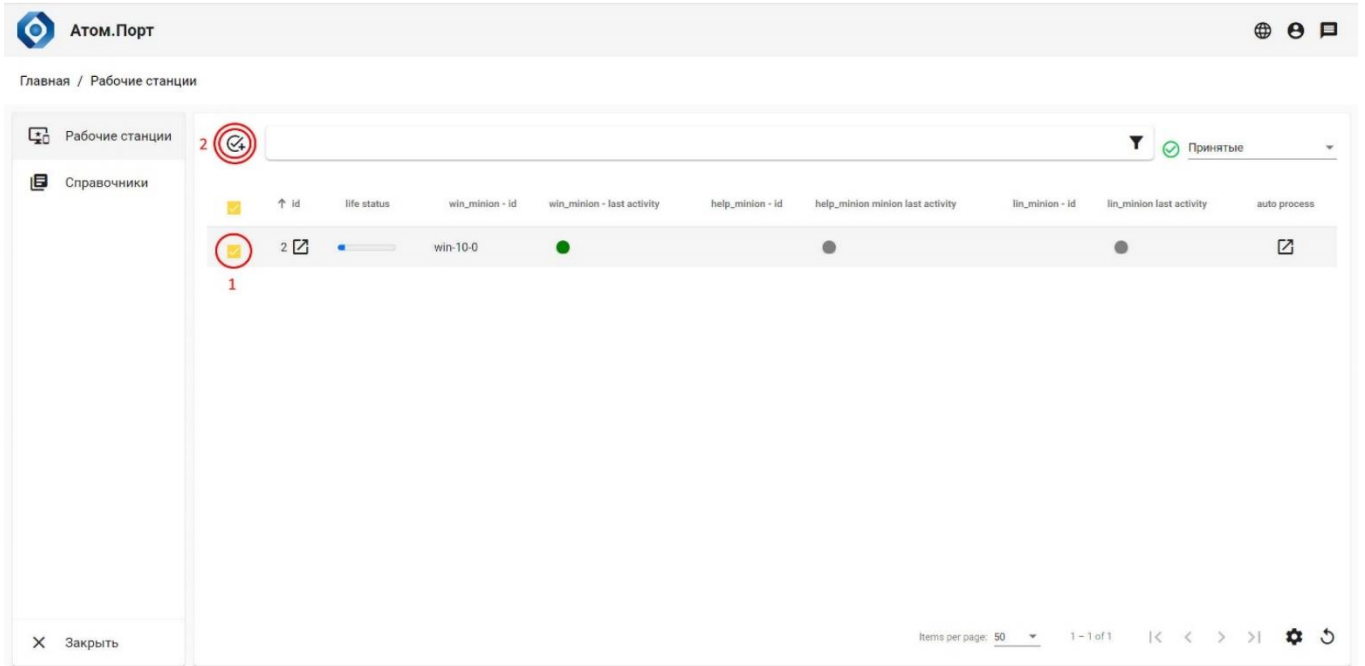

Рисунок 26 – Выбор РС для групповой операции
1. В окне со списком РС, допущенных к миграции, выбрать рабочие станции для выполнения групповой операции (Рисунок 26, поз. 1) и нажать пиктограмму «Действия» (Рисунок 26, поз. 2):